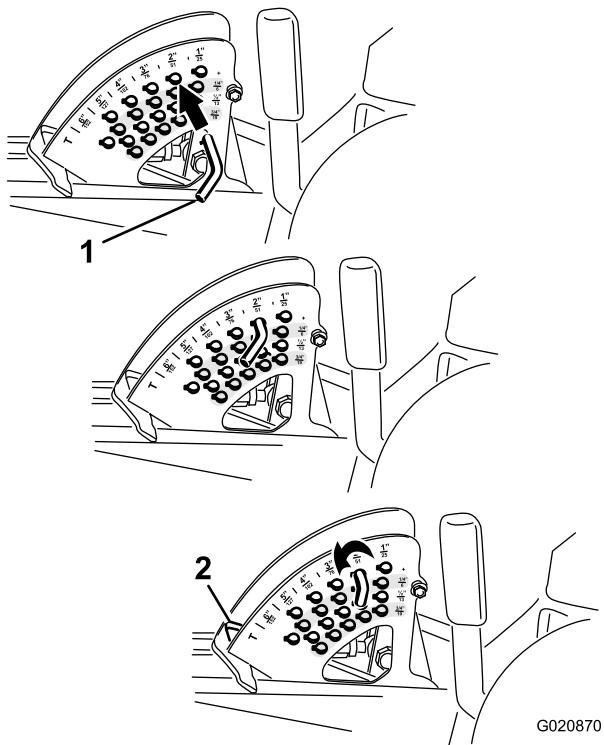

Figura 20
di fermo dell'altezza di taglio e inseritela nella posizione dell'altezza di taglio di 15 cm (Figura 20).
2. Per regolare, girate la spina di arresto fin quando la spina interna non è allineata con gli intagli previsti nei fori della staffa dell'altezza di taglio, e toglietela (Figura 20).
3. Nella staffa dell'altezza di taglio scegliete un foro corrispondente all'altezza di taglio richiesta, inserite la spina e bloccatela per mantenere questa posizione (Figura 20).
Nota: Vi sono 4 file di fori di posizionamento (Figura 20). La fila superiore fornisce l'altezza di taglio elencata sopra la spina. La seconda fila fornisce l'altezza elencata più 6 mm. La terza fila fornisce l'altezza elencata più 12 mm. La fila inferiore fornisce l'altezza elencata